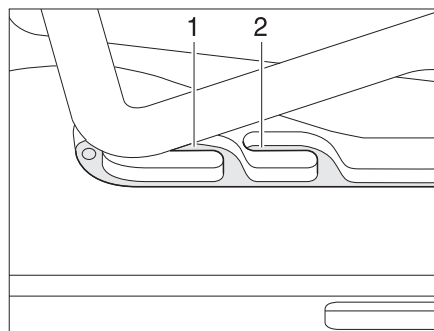
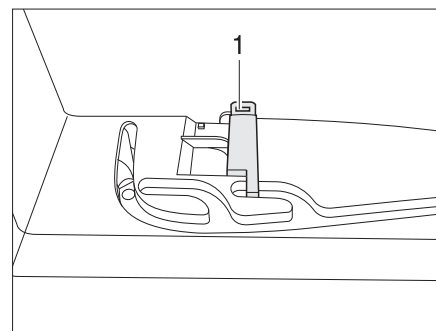

Fig. 83 Oblò Heki in posizione di ricircolo d'aria
Fig. 84 Bloccaggio della posizione di ricircolo d'aria
È possibile portare l'oblò Heki in due posizioni di ricircolo d'aria: Posizione brutto tempo (Fig. 83,1) e posizione centrale (Fig. 83,2). A seconda del modello è possibile bloccare l'oblò nella posizione centrale con il chiavistello (Fig. 84,1).
- Premere la staffa leggermente verso l'alto, spingerla nella guida selezionata (Fig. 83,1 o 2) ed eventualmente bloccarla.